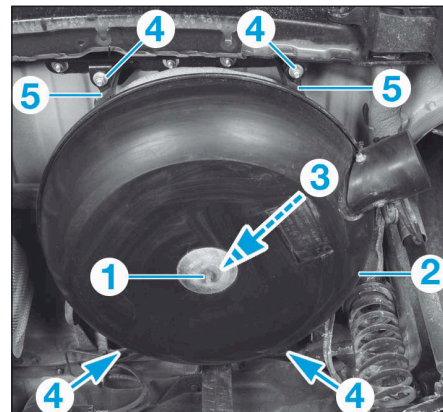

FIG.36
- Déposer (Fig.36) :
- l'écrou (1) puis le carter de protection (2) du réservoir,
- l'écrou central (3) du support de réservoir.
- les écrous extérieurs (4) du support de réservoir (5),
- le support de réservoir (5) avec le réservoir.